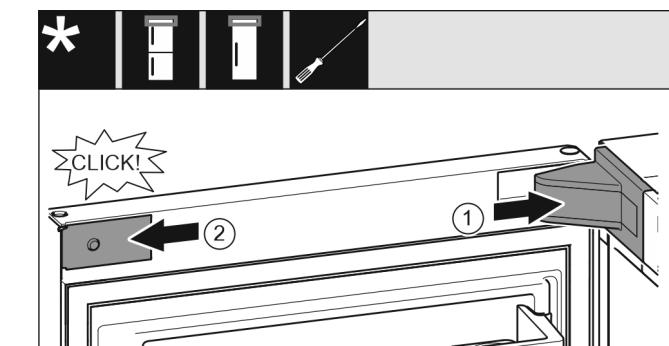

Fig. 20
- Τοποθετήστε και κουμπώστε το κάλυμμα του στηρίγματος, ενδεχ. αποσυμπίέστε το προσεκτικά. Fig. 20 (1)
- Εφαρμόστε στο πλάι το διακοσμητικό κάλυμμα και κουμπώστε το. Fig. 20 (2)